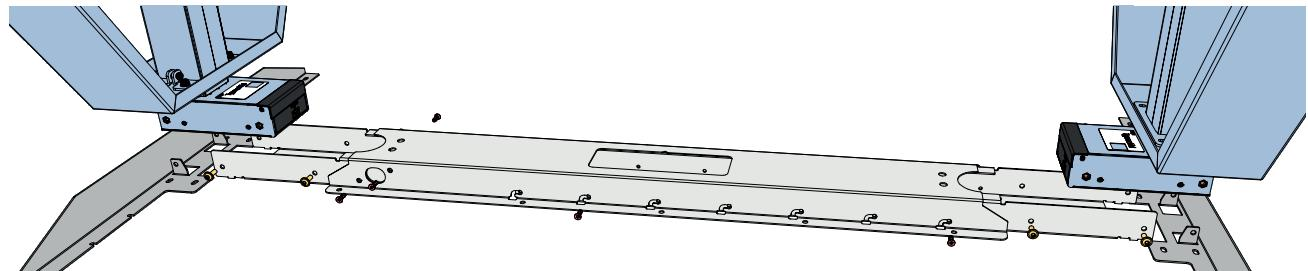

Abbildung 2: Übersicht zweibeiniges Tischgestell mit Teleskoptraverse
4. Legen Sie die teleskopierbare Traverse so auf die Tischplatte bzw. Montagefläche - Sehen Sie Abbildung 2. Platzieren Sie dabei bereits das Steuergerät in der Traverse und stellen Sie sicher, dass die Motorverbindungskabel zwischen Hubsäulenmotor und Steuerung an den richtigen Enden der Traverse herausragen.
3. Legen Sie die teleskopierbare Traverse auf die Montagefläche - Sehen Sie Abbildung 2. Platzieren Sie dabei bereits das Steuergerät in der Traverse und stellen Sie sicher, dass die Motorverbindungskabel zwischen Hubsäulenmotor und Steuerung an den richtigen Enden der Traverse herausragen.